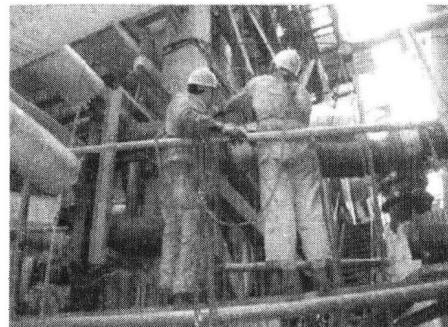

图1-14 高处作业示意图
(1) 防触电 在接近高压线或裸导线时，或距离低压线小于2.5m时，必须停电并在电闸上挂上“有人工作，严禁合闸”的警告牌后方准操作。电源开关应设置在监护人近旁，以便有危险时能及时抢救。禁止将电缆缠绕在身上操作。
(2) 防止物体打击 高处作业时必须戴好安全帽，焊条、工具等必须装在牢固无孔洞的工具袋内。不允许在空中乱掷物件、焊条头等。
(3) 防坠落 进行高处焊接与切割作业者，衣着要灵便，戴好安全帽，穿胶底鞋，禁止穿硬底鞋和带钉易滑的鞋。要使用标准的消防安全带，不能用耐热性差的尼龙安全带，而且安全带应牢固可靠，长度适宜，如图1-14所示。安全网要张挺，不得有缺口。脚手架不得使用不耐腐蚀的木板或铁跳板等。